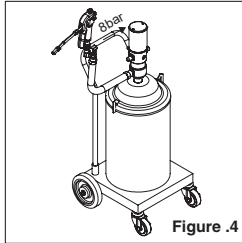

Figure .4
4. Serrez le tuyau à la pompe. Appliquez 8 bars d'air comprimé à l'entrée de la pompe (**Figure 4**).